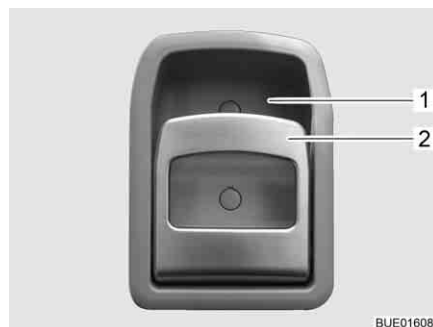

Bild 58 Dörrlås ingångsdörr, insida
- Drag i handtaget (Bild 58,2). Dörrlåset låses upp respektive öppnas.
- Tryck handtagets (Bild 58,2) övre del i riktning mot greppkåpan (Bild 58,1). Dörrlåset låses.